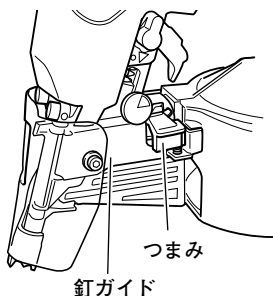

図 24
- つまみの摺動部はときどき掃除し、付属の油を注油してください。(図 24)